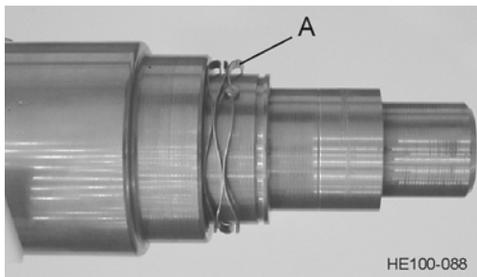

Figura 55 - Instale el resorte ondulado
1. La estructura de sello primario se mantiene en su sitio en el eje del mutador mediante dos pasadores de impulsión del sello. Cada uno debe tener 5/32 pulgadas (+/-0.015") sobre la superficie del eje de tope. La estructura de sello secundario se mantiene en su sitio mediante un pasador de impulsión del sello. Debe tener 3/32 pulgadas (+/-0.09") sobre la superficie del eje de tope. Es sumamente importante que se mantengan estas dimensiones. Si los pasadores tienen mucha altura, se atascará el sello; si tienen menos, girará la estructura. Consulte Figura 55 y Figura 58.
2. Ponga el resorte de la arandela ondulada (Vea Figura 55, Artículo A) en el eje.